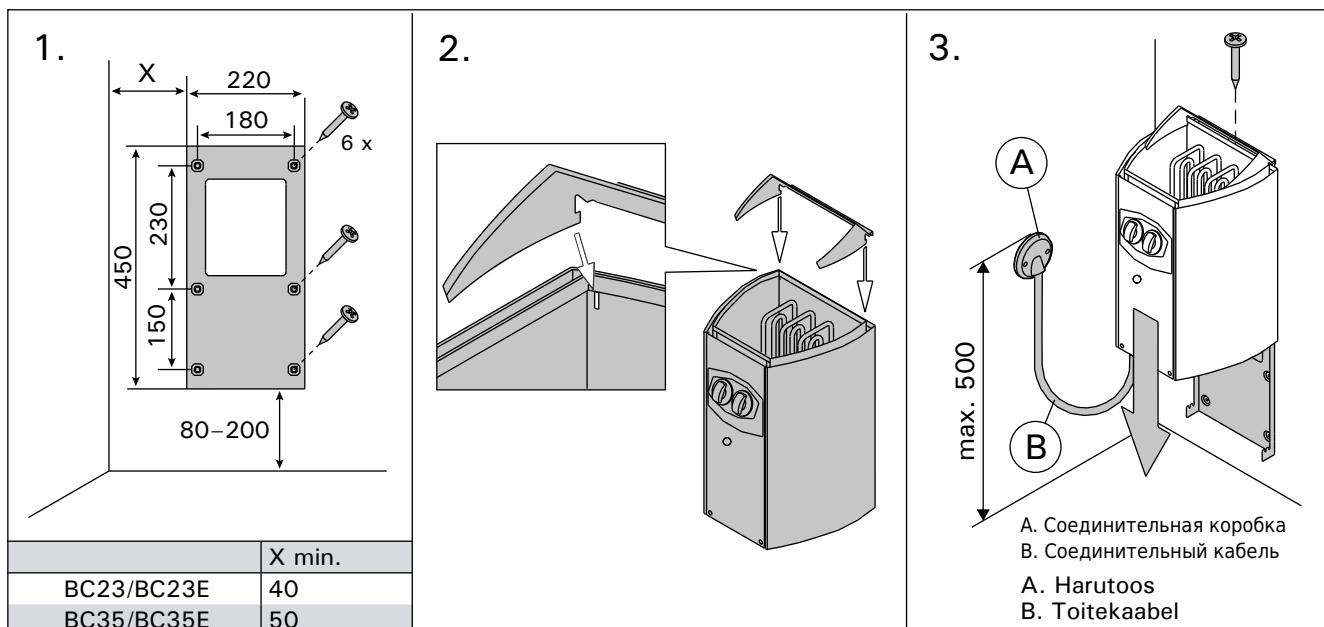

Рисунок 7. Крепление каменки к стене (все размеры приведены в миллиметрах)
См. рис. 7.
- Каменка гибким проводом подсоединяется к соединительной коробке (рис. 7: А) на стене сауны. Соединительная коробка должна быть брызгозащищенной и находиться на расстоянии не выше 500 мм от пола.
- В качестве кабеля (рис. 7: В) следует использовать резиновый кабель типа HO7RN-F или подобный. **ВНИМАНИЕ! Использование кабеля с ПВХ-изоляцией запрещено вследствие его разрушения под воздействием тепла.**
- Кроме клемм питания каменки BC оснащены также клеммой (P), которая делает возможным